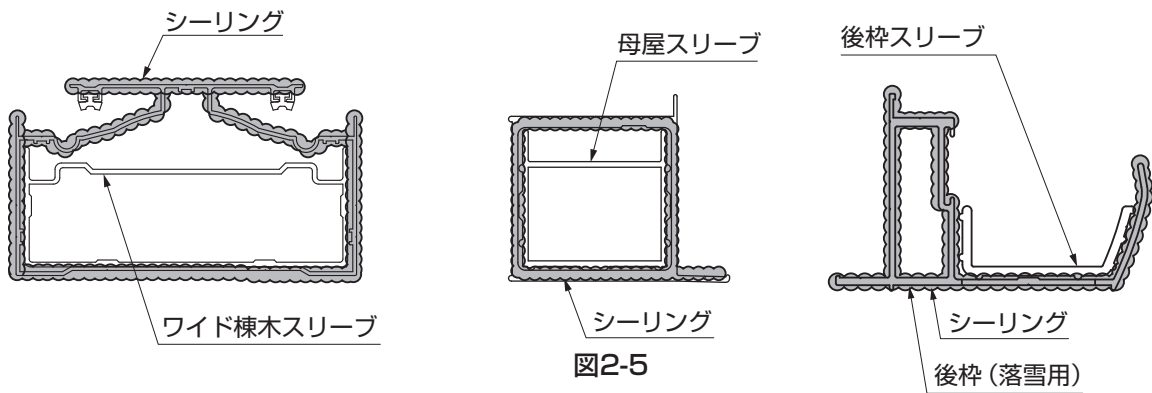

図2-5
- ① 連棟部分にシーリング材を充てんしてください。(図2-5参照)